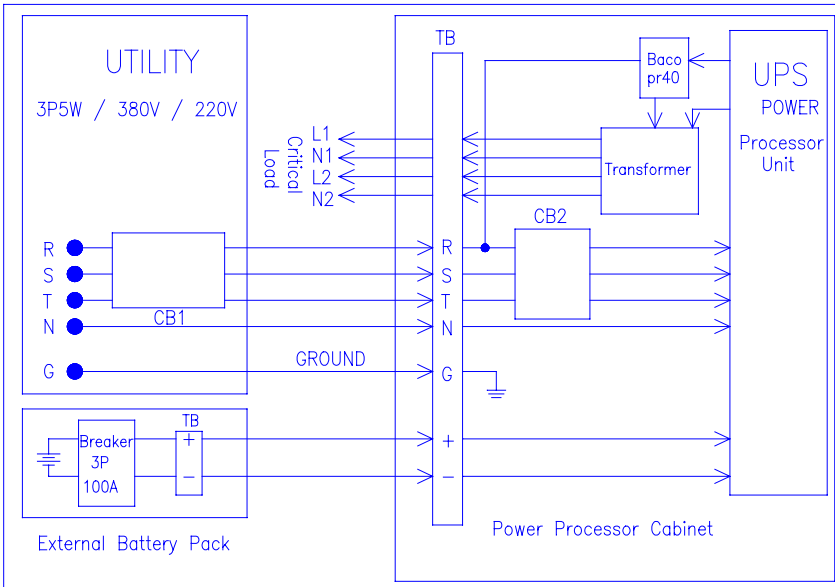
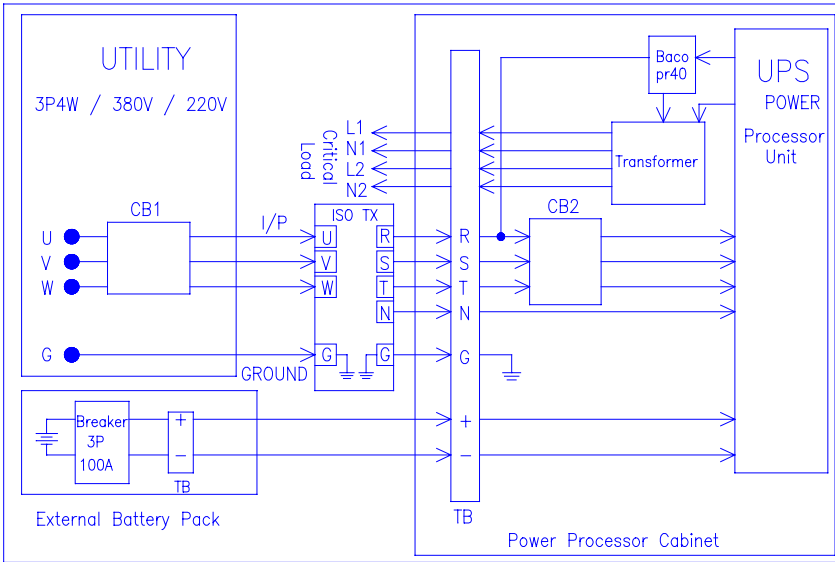
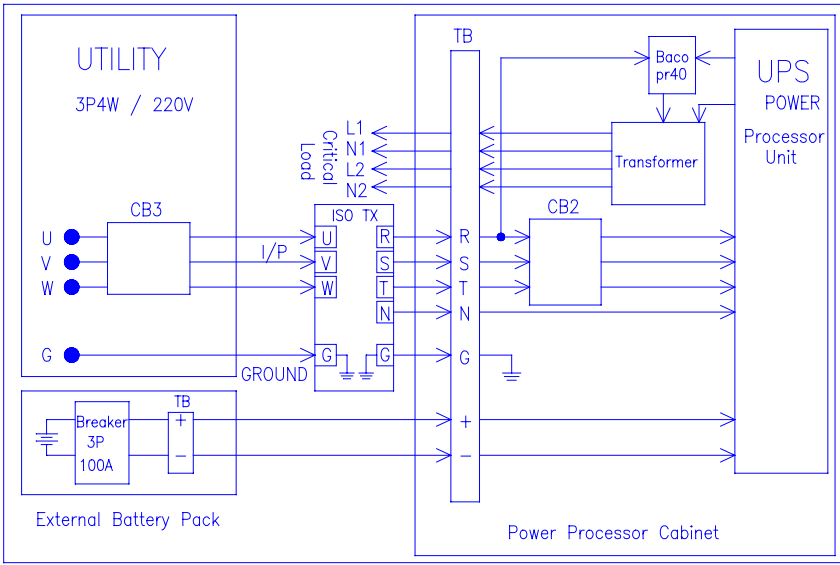

Fig 3.2-1. C-1252/1262 (3P5W/380V/220V, No ISO Transformer) 機之配線圖
Fig3.2-2. C-1252/1262 (3P4W/380V/220V,With ISO Transformer) 機之配線圖
Fig 3.2-3. C-1252/1262 (3P4W/220V,With ISO Transformer) 機之配線圖
1. 配線：C-1252/1262 型之配線，可因使用者的輸入電源及輸入隔離變壓器之有無，而分為 3P5W/380V/220V no ISO transformer, 3P4W/380V with ISO transformer, 3P4W/220V with ISO transformer 三大類型。如 Fig 3.2-1、Fig 3.2-2、Fig 3.2-3 所示：
5. 配線圖Fig 3.2-1、Fig 3.2-2、Fig 3.2-3 中的開關 CB1, CB2, CB3, 其規格分別為：